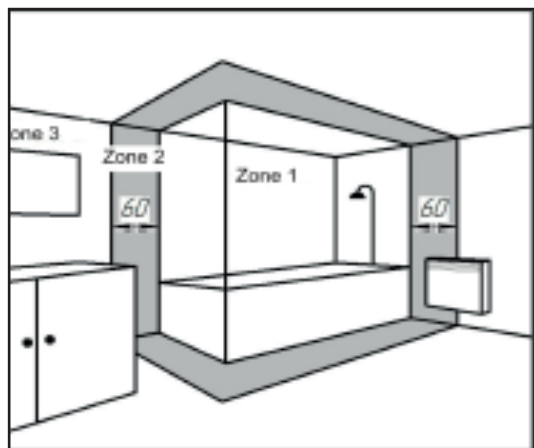

Abbildung 4
4.5 Der Konvektor kann im Badezimmer installiert werden (siehe Abb. 4).